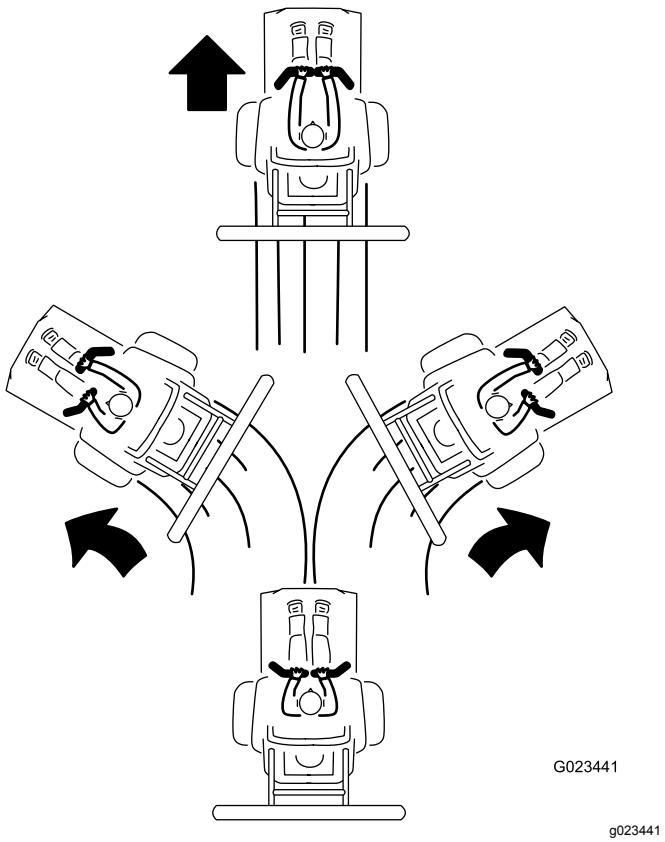

Figura 24
3. Para avançar, empurre lentamente os manípulos de controlo para a frente (Figura 24).